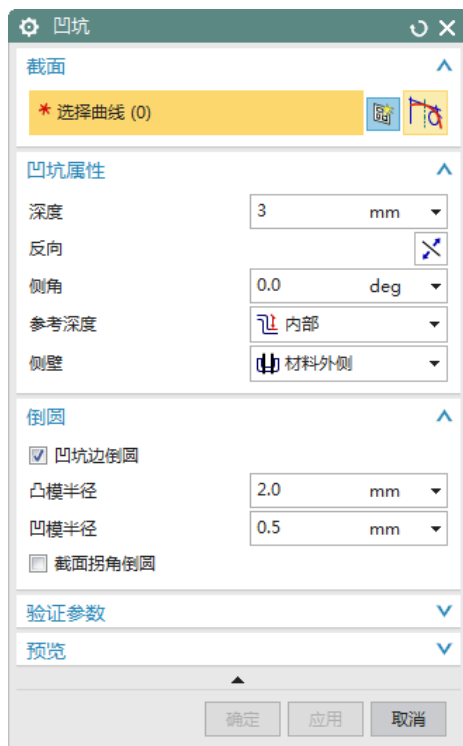
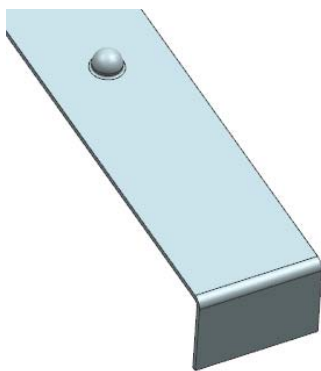

图 4-154 “凹坑”对话框
图 4-158 创建凹坑特征
(1) 选择“菜单(M)”→“插入(S)”→“冲孔(H)”→“凹坑(D)”，或者单击“主页”选项卡“凸模”面组上的“凹坑”按钮，打开如图 4-154 所示的“凹坑”对话框。
(2) 在如图 4-154 所示对话框中，单击“绘制截面”按钮，打开“创建草图”对话框。
(5) 在如图 4-154 所示对话框中，设置“深度”为 3，“侧角”为 0，“参考深度”为“内部”，“侧壁”为“材料外侧”。勾选复选框，设置“凸模半径”和“凹模半径”分别为 2 和 0.5。单击按钮，创建凹坑特征，如图 4-158 所示。